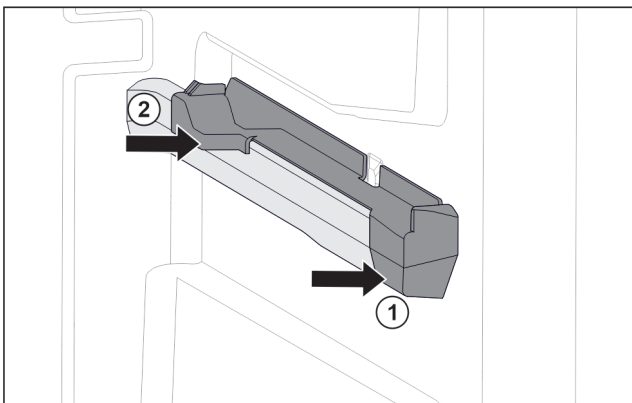

Fig. 119 Påsettsingsdel på høyre beholderribbe
- ▶ Sett på påsettsingsdel foran på beholderribben. Fig. 119 (1)
- ▶ Trykk på påsettsingsdel bak. Fig. 119 (2)